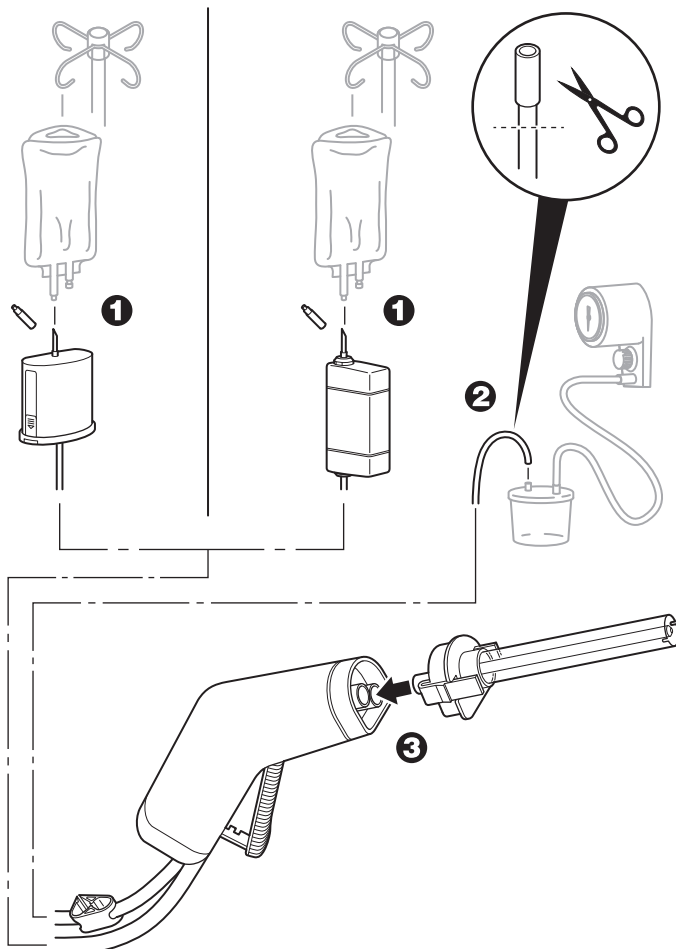

Figura 1 – Montaggio del manipolo
1. Con tecnica asettica, togliere il puntale del perforatore dalla cannula di irrigazione del manipolo e inserire il perforatore nel raccordo di accesso sterile della sacca di irrigazione (figura 1).